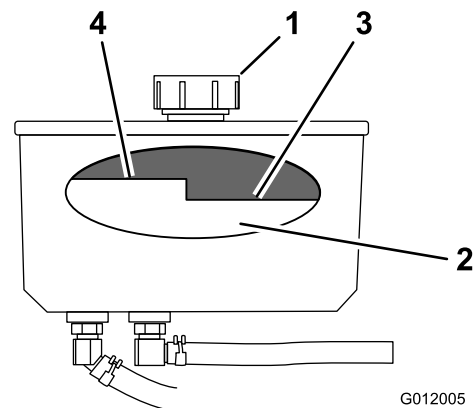

Figura 72
4. Pulite attorno al collo del bocchettone e del tappo del serbatoio idraulico (Figura 72).
5. Togliete il tappo dal bocchettone di riempimento. Guardate all'interno per controllare il livello del fluido nel serbatoio. (Figura 72).
Nota: Quando è caldo, il fluido deve raggiungere la parte superiore del segno Hot sul diaframma (Figura 72).